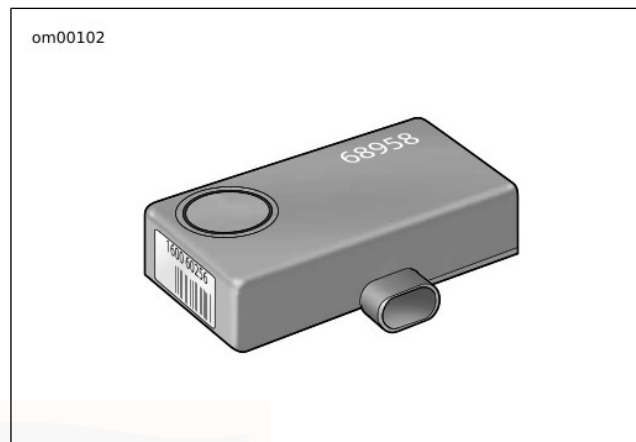

Figure 40. Smart Siren (en option)
- Voir Figure 40. Actionner la sirène optionnelle.